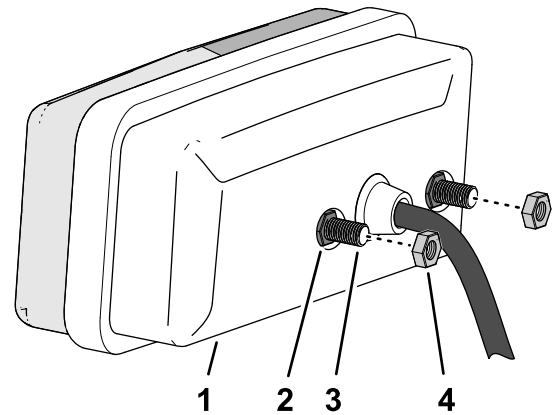

Figura 57
1. Retire las 2 tuercas (5 mm) de cada una de las luces traseras (Figura 57).